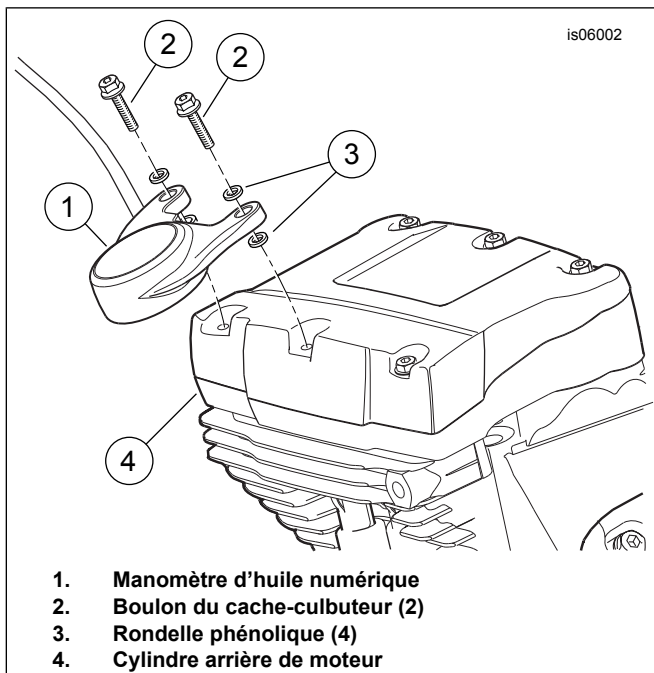

Figure 2. Installation de manomètre d'huile numérique
5. Voir Figure 2. Passer au cylindre arrière du moteur (4). Déposer et jeter les deux boulons de cache-culbuteur de droite les plus en arrière (2). Nettoyer l'ancien produit frein filet des trous filetés.
6. Prendre le manomètre d'huile numérique (1), deux vis à bride hexagonale et quatre rondelles isolantes (3) du kit. Placer une rondelle sur les filets de chaque vis. Insérer les vis par les trous de montage de manomètre comme indiqué. Placer une deuxième rondelle sur les filets de chaque vis.